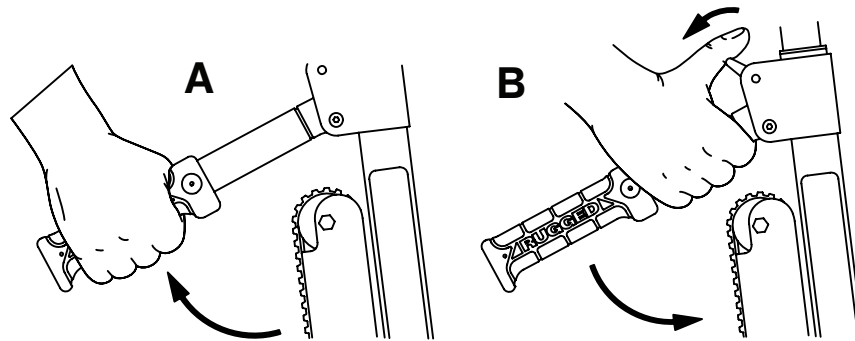

Abbildung 7 – Absenken der arretierenden hinteren Hebegriffe
1. Den arretierenden hinteren Hebegriff (A) anheben (Abbildung 7).
2. Den roten Griffauslöser (B) mit dem Daumen zu sich hin ziehen.